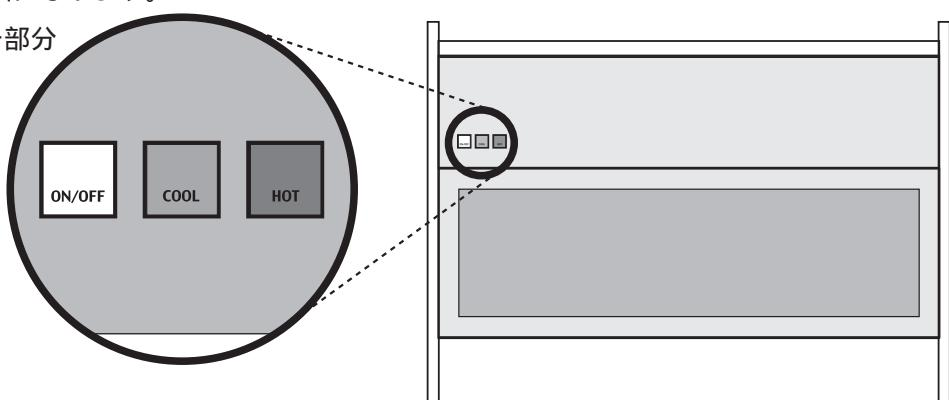

図1
- ・必ずON / OFFスイッチを押してからCOOLまたは、HOTスイッチを押してください。(図1)